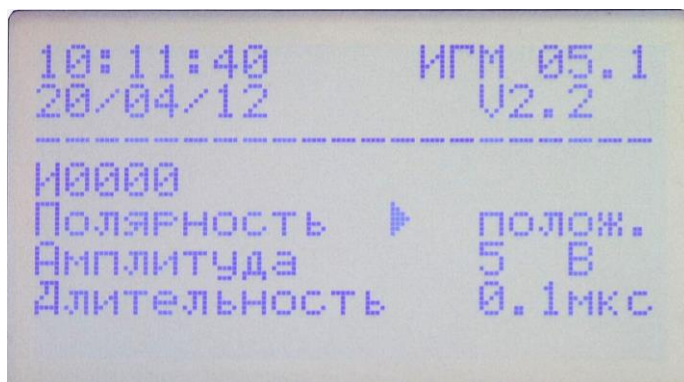

Рисунок 2
7.2. После включения генератора переключателем «СЕТЬ» на дисплее появляется текст и курсор в виде стрелки в строке «Полярность» (см. рисунок 2). Светодиод «ПУСК» при этом светится зелёным светом, что свидетельствует о готовности к запуску. Перемещение курсора по строкам осуществляется при помощи кнопок «↓» и «↑».
7.3. Полярность выходных импульсов устанавливается при помощи кнопок клавиатуры «+» и «-». Курсор должен находиться в строке «Полярность» (см. рисунок 2). При этом можно выбрать значения «полож.» – положительная полярность и «отриц.» – отрицательная.